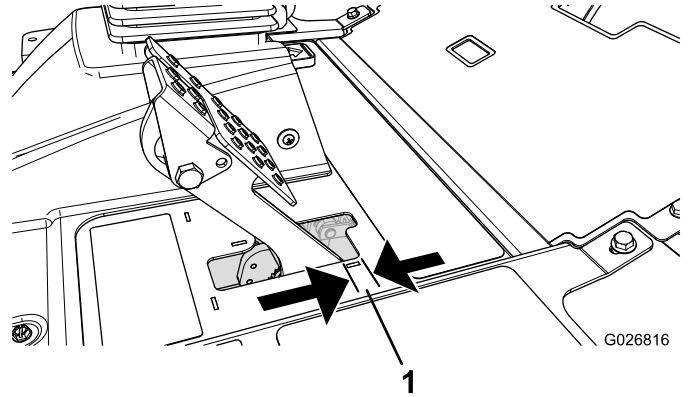

Figura 67
Ajuste los frenos si el pedal de freno tiene más de 2,5 cm de holgura (Figura 67), o cuando se necesite más fuerza para frenar. La holgura es la distancia que recorre el pedal de freno antes de notarse una resistencia de frenado.
2. Apriete la tuerca trasera para mover el cable hacia atrás hasta que los pedales de freno tengan una holgura de 0,63 a 1,27 cm (Figura 67) antes de bloquearse las ruedas.